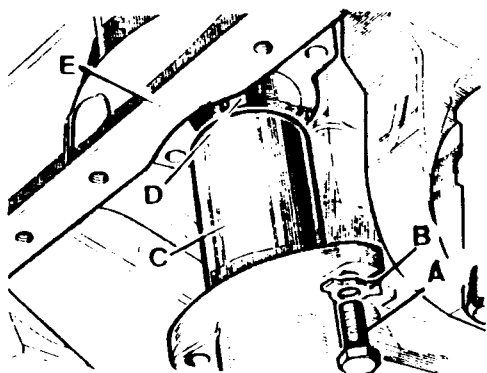

Fig. A3-73 Desmontaje de la bomba de aceite
- 1 2 Extraer los tornillos, A (Fig. A3-73), después de abrir los frenillos, B, y retirar el conjunto bomba, C, con el eje de accionamiento.
- 2 1 Instalar el eje de accionamiento, D (Fig. A3-73) sobre la bomba, C, haciéndolo encajar perfectamente en los engranajes de ésta.
- 2.2. Acoplar el conjunto bomba de aceite y eje de accionamiento sobre su alojamiento, observando que el eje encaja perfectamente en el estríado del piñón vertical y fijar la bomba con sus tornillos, A (Fig. A3-73). frenando a continuación dichos tornillos, con sus frenos nuevos, B.